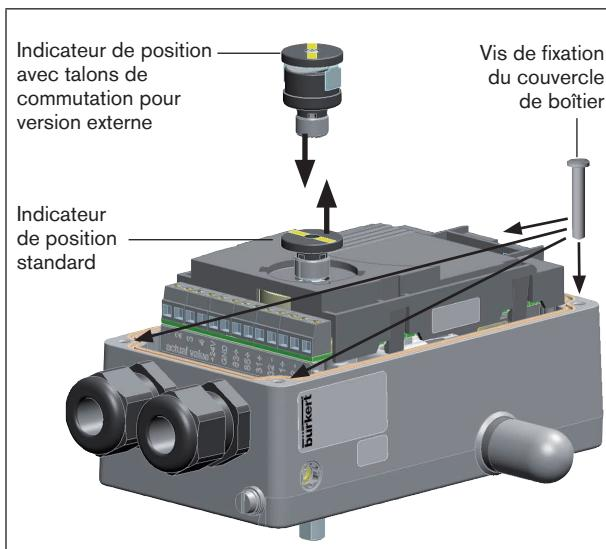

Fig. 1: Remplacer l'indicateur de position
- Retirer l'indicateur de position standard de la broche (voir « Fig. 1 »).
- Faire glisser l'indicateur de position avec les talons de commutation pour l'indicateur externe de position sur la broche jusqu'en butée (voir « Fig. 1 »).